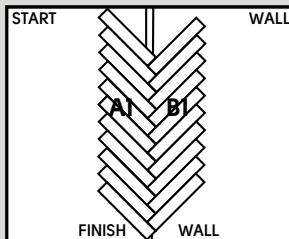

Fig. 6
- Continúe instalando los tablones sin cortarlos, trabajando en direcciones opuestas. Compruebe que los tablones instalados están rectos en las líneas (Fig. 6). Golpee cuidadosamente los tablones/azulejos juntos en el suelo (Fig. 6).